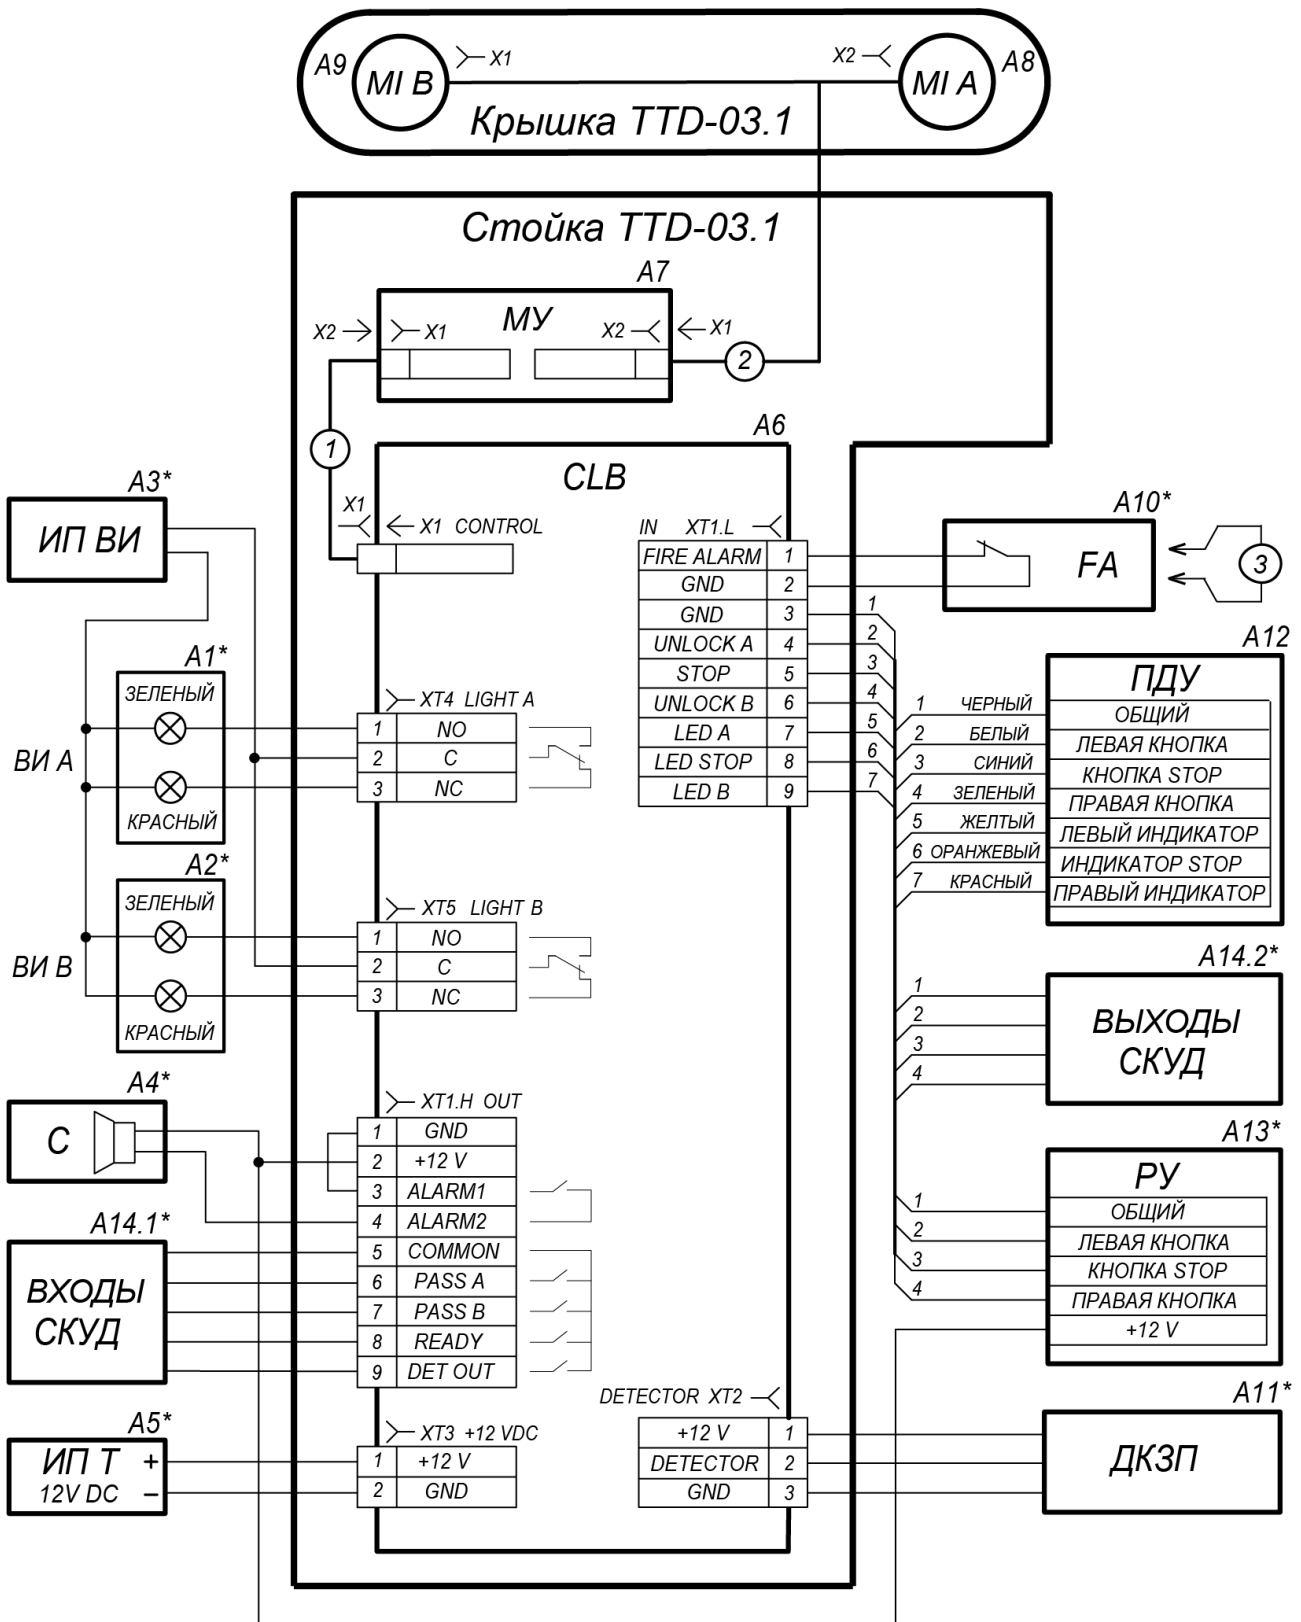

Рисунок 14. Схема электрическая соединений
5. Все подключения к плате CLB выполняйте в соответствии со схемой электрических соединений (см. рис. 14). Прокладка кабелей внутри стойки турникета показана на рис. 12.
позиции А4, А6 – А9, А11 – см. рис. 14
Для этого необходимо потянуть планку, перекрывающую зону прохода, в осевом направлении от стойки до упора, и затем сложить ее, опустив вниз (см. рис. 14).